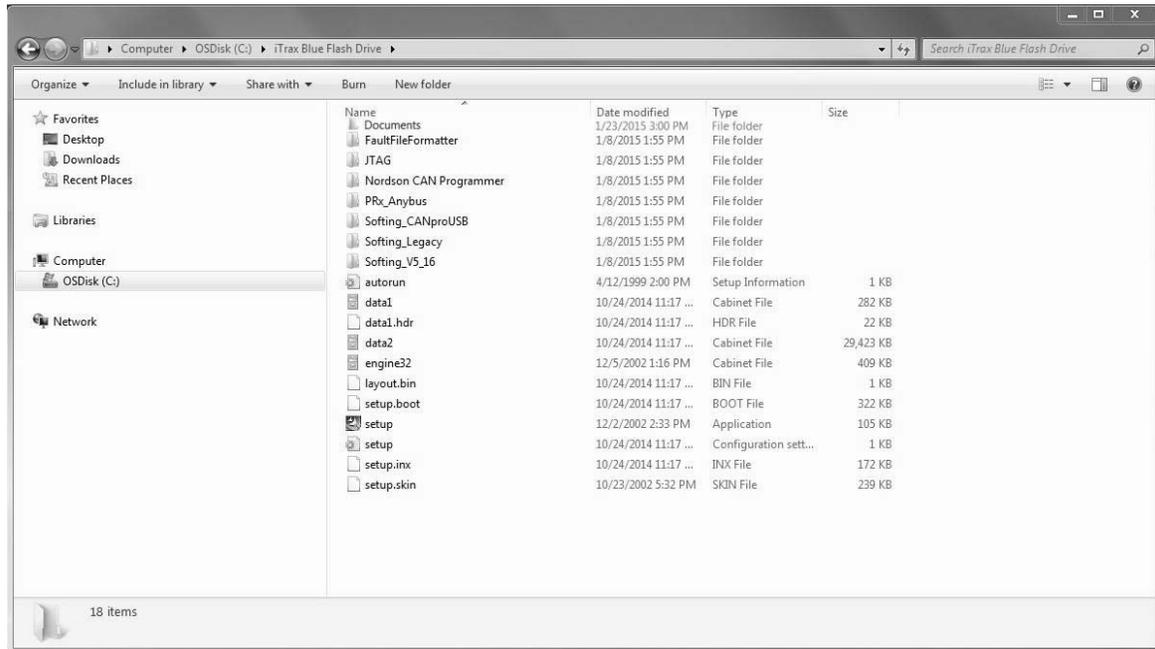

Abbildung 10 Inhalt des blauen USB-Sticks
5. Siehe Abbildung 10. Sicherstellen, dass der Inhalt des neu erstellten Ordners dem Inhalt des entsprechenden Ordners auf dem USB-Stick entspricht.